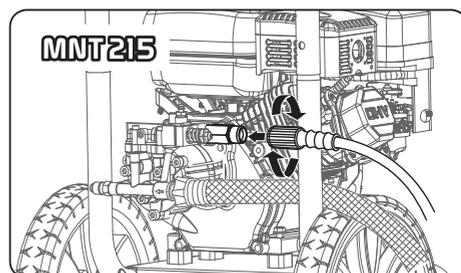

Fig.8
(Voir fig. 8 et fig. 8 bis)
Fig.8 bis
- ▶ Laisser le moteur tourner pendant plusieurs secondes puis faire glisser graduellement le levier de starter sur la position MARCHE (RUN) pendant que le moteur chauffe. (Fig 8)